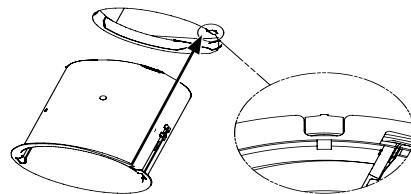

Figura 4.
- Con los ganchos Easy Lock enganchados en posición ascendente, inserte el capuchón en el techo. Mantenga la muesca en el capuchón alineada con el muelle del marco de yeso (Figura 4.).